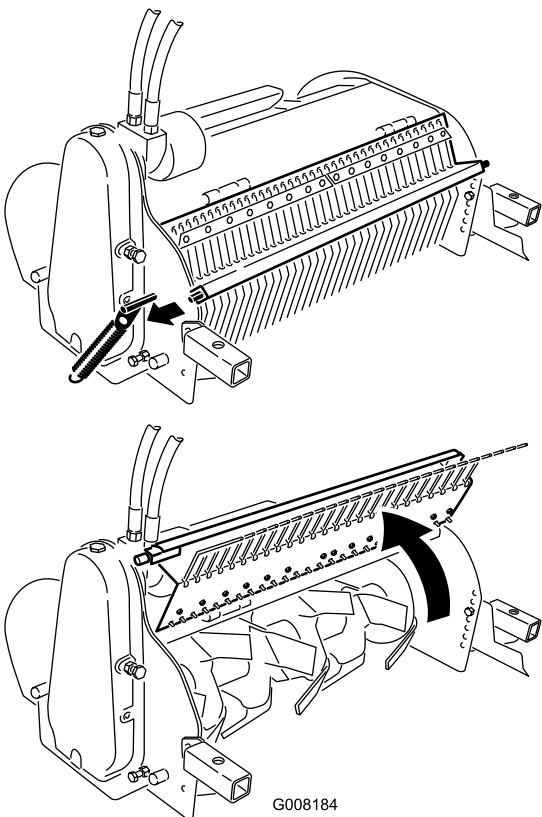

Figura 12
3. Levante y libere el enganche de muelle del lado del cultivador (Figura 12).
4. Abra la cubierta de las azadas (Figura 12).